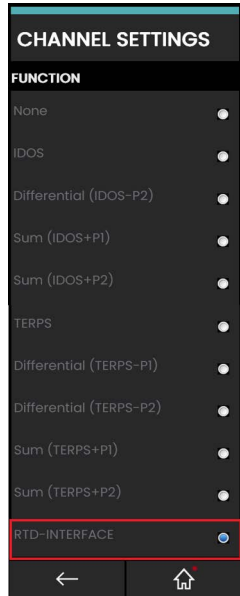

Abbildung 6-3: KANALEINSTELLUNGSBILDSCHIRM – verfügbare FUNKTIONEN
5. Tippen Sie auf die **Menüzeile FUNKTIONS**, um unten den zugehörigen **KANAL EINSTELLUNGEN** anzuzeigen, Abbildung 6-3 um eine Liste der verfügbaren Funktionen für